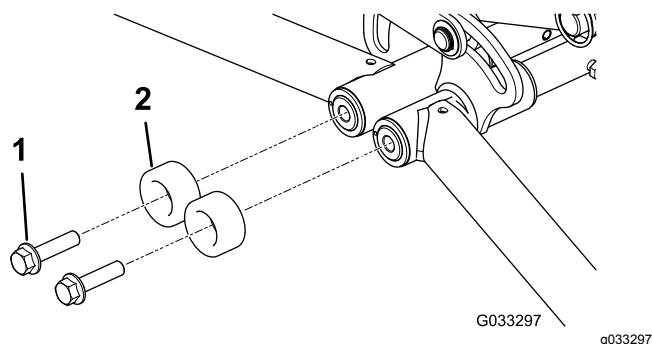

Figura 22
2. Retire los pernos con arandela prensada existentes y los topes redondos (Figura 22).